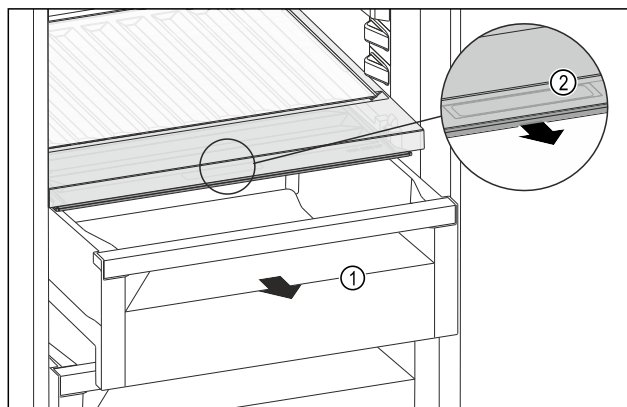

Fig. 158
- Træk skuffen Fig. 158 (1) ud.
- Tag fat i grebsforsænkningen Fig. 158 (2) i bokslåget, og træk samtidigt bokslåget frem.